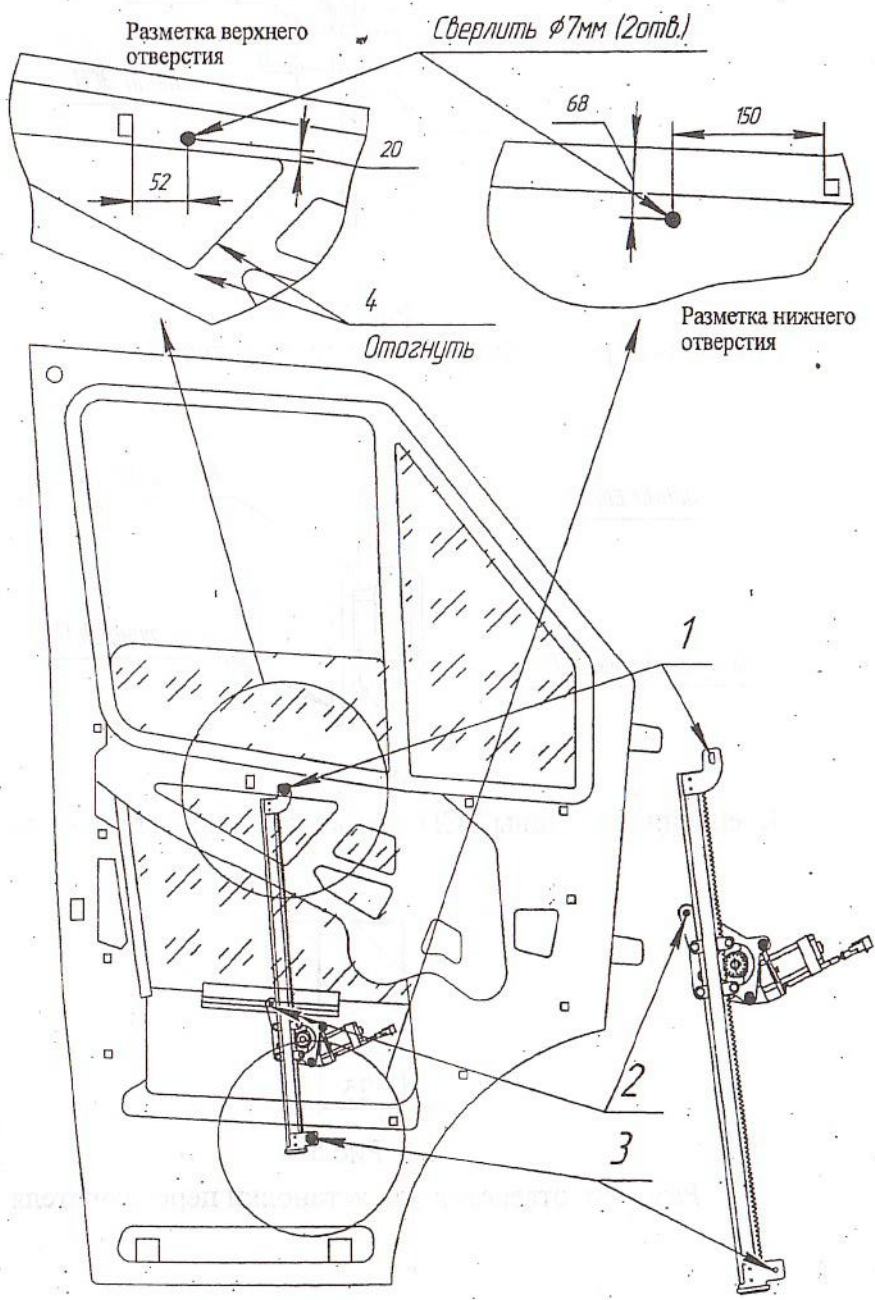

Рис.2
6.5.2 Разметить и просверлить два отверстия  $\phi 7$  мм в соответствии с рис. 2.
6.5.4 В случае задевания направляющей ЭСП о полку панели двери следует отогнуть полку двери в месте указанном на рис. 2, см. п.4.
Крепление кронштейна ЭСП с панелью двери (точка 1 на рис.2)
Крепление пластины ЭСП с обоймой стекла (точка 2 на рис.2)